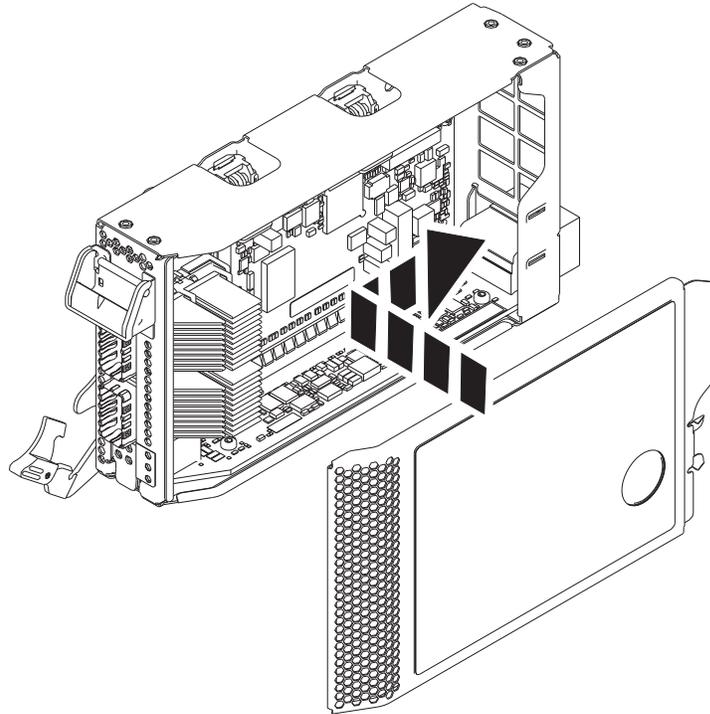

Figura 44. Substituir a tampa da cassette do adaptador PCIe
- a. Alinhe e deslize a tampa da cassette para a posição na cassette, como é mostrado na Figura 44.